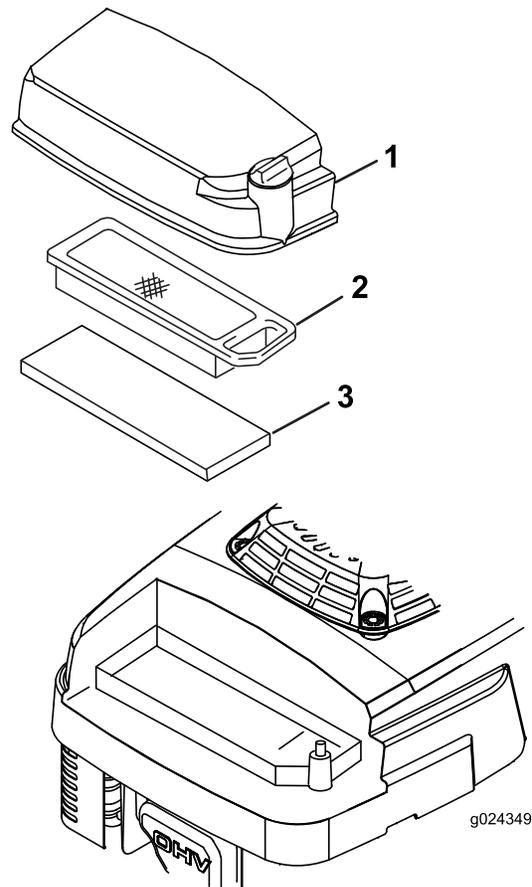

Figura 20
3. Afloje el tornillo de la tapa del filtro de aire (Figura 20).
5. Retire e inspeccione el filtro de aire de papel (Figura 20), y cámbielo si está excesivamente sucio.
6. Retire el prefiltro de espuma (Figura 20) y lávelo con un detergente suave y agua, luego séquelo apretando suavemente con un paño.